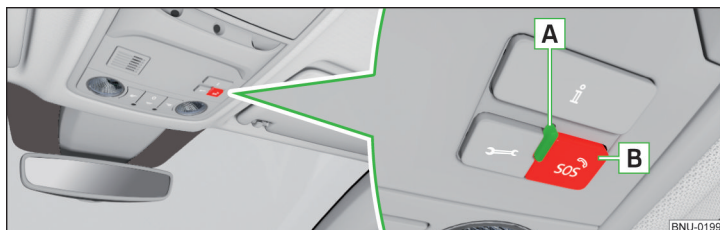

Abb. 11 Notruftaste
- ▶ Die Taste **B** » Abb. 11 gedrückt halten.
Der **Systemzustand** wird nach dem Einschalten der Zündung durch Aufleuchten der Kontrollleuchte **A** » Abb. 11 angezeigt.